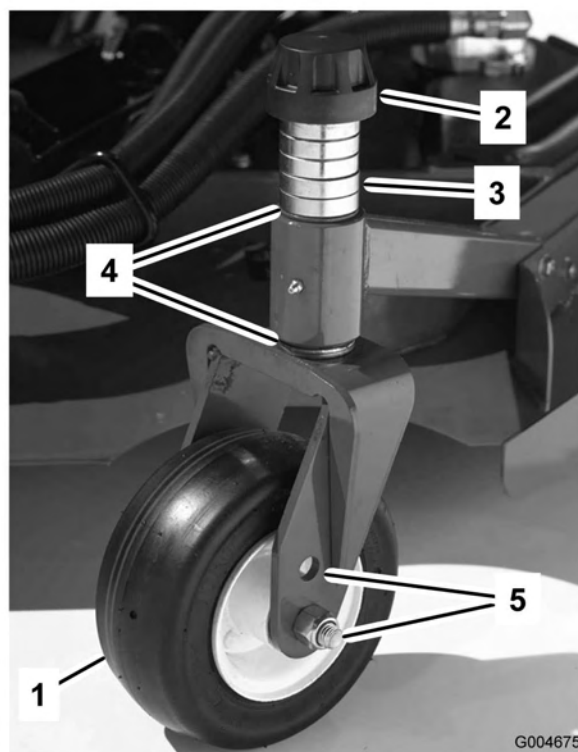
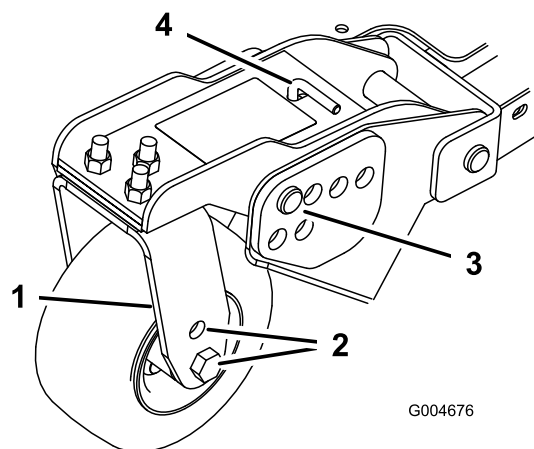
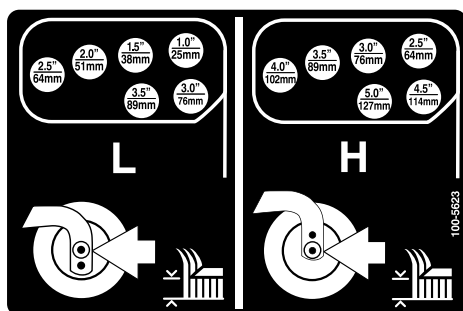

Figura 18
Figura 20
Figura 21
1. Posizionate gli assali delle ruote orientabili negli stessi fori di tutte le forcelle (Figura 18 e Figura 20). Vedere lo schema seguente per stabilire il foro corretto per la regolazione.
2. Togliete il cappuccio di tensione dall'asse del perno (Figura 18) ed estraete il perno dal braccio della ruota orientabile. Montate i due spessori (3 mm) sull'asse dei perni, come erano montati in origine. Questi spessori servono per ottenere un livellamento sull'intera larghezza degli apparati di taglio. Mettete il numero opportuno di distanziali da 13 mm sull'asse del perno, fino ad ottenere l'altezza di taglio richiesta, quindi montate la rondella sul perno.
4. Togliete la coppia ed i perni con testa dai bracci di rotazione delle ruote orientabili (Figura 20).
fori della staffa dell'altezza di taglio selezionati, nel telaio dell'apparato di taglio (Figura 20 e Figura 21).